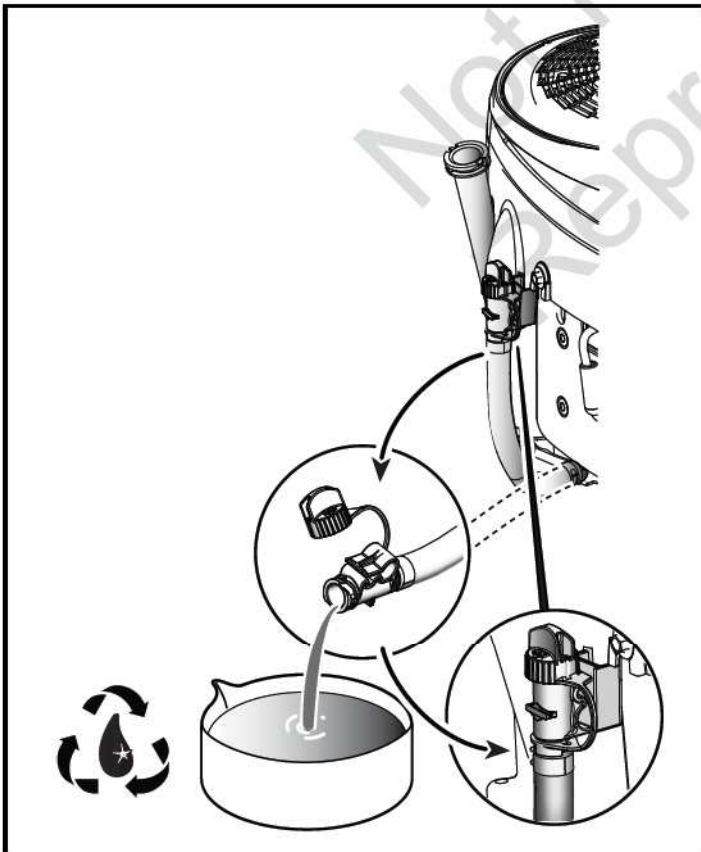

Figure 10
5. Déconnecter le tuyau de vidange d'huile (voir Figure 10). Retirer soigneusement le capuchon et déposer le tuyau dans un récipient homologué. Une fois que l'huile est vidangée, remplacer le capuchon en le serrant bien, puis attacher le tuyau sur le côté du moteur.